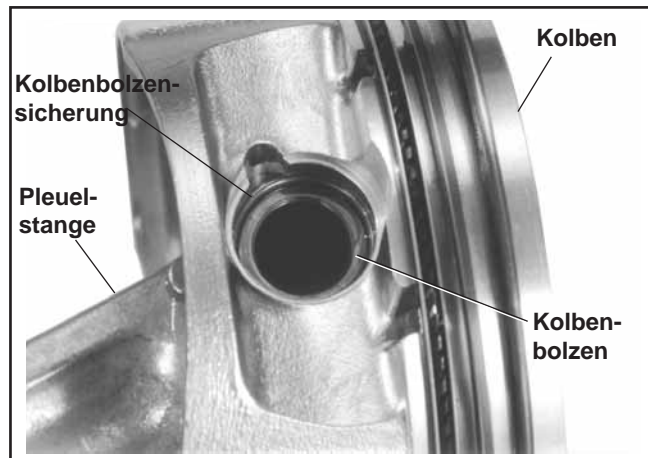

Abbildung 11-5. Montage des Kolbens an der Pleuelstange.
1. Montieren Sie Kolben, Pleuelstange, Kolbenbolzen und Kolbenbolzensicherungen. Siehe Abbildung 11-5.